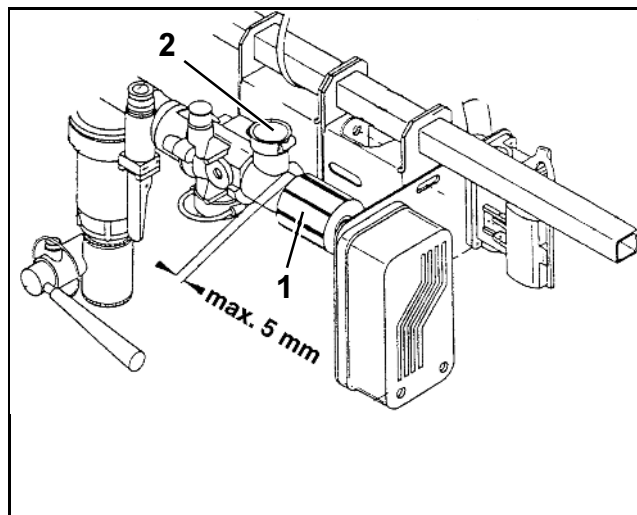

Рис. 32
- Регулировочную гайку (Рис. 32/1) дозирующе автоматике проворачивайте так долго, пока между краем регулировочной гайки штуцером шланга обратного хода (Рис. 32/2) не будет расстояние макс. 5 мм. Напорный клапан в этом случае устанавливается приблизительно на 7 бар ($P_{\text{макс}} = 10 \text{ бар}$).